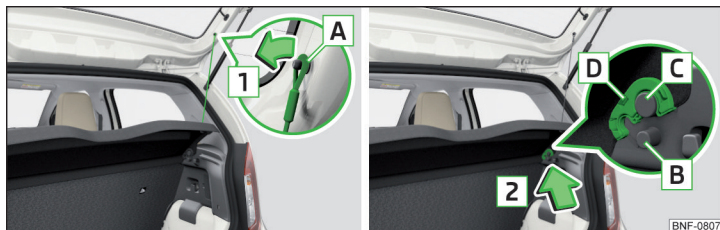

Bild 81 Ta ut bagagerumsskyddet
När fästbanden **A** » bild 81 fästs på bagageluckan och denna öppnas, följer bagagerumsskyddet (nedan kallat skydd) med upp.
» Fäll upp skyddet och lås fast det på båda sidorna av bagageluckan i bultarna **B** » bild 81.
» Fäll ned det uppfällda skyddet. Skyddet lossnar från bultarna **B** » bild 81.
- » Haka loss fästbanden **A** på båda sidorna av bagageluckan i pilens riktning **1** » bild 81.
- » Placera skyddets fästen **D** över bultarna **C** » bild 81.